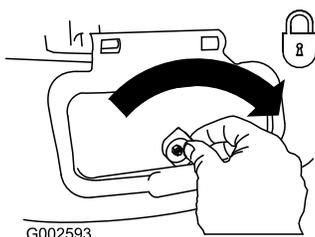

Figura 34
**Importante:** Dopo aver chiuso lo sportello di scarico laterale, bloccatelo (Figura 34).